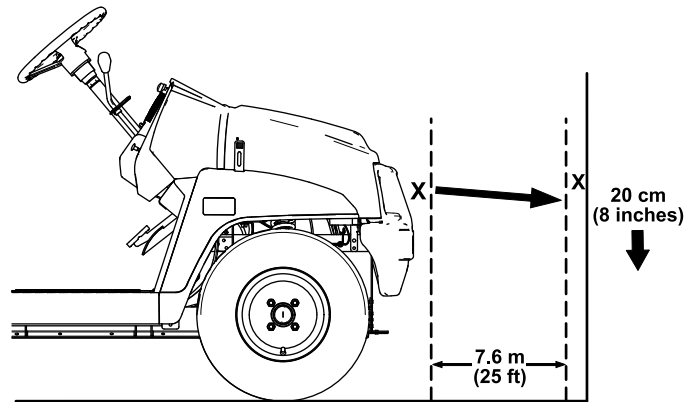

Bild 52
1. Stellen Sie die Maschine auf einer ebenen Fläche ab, dabei sollte der Abstand der Scheinwerfer ca. 7,6 m von einer Wand entfernt sein (Bild 52).
Der hellste Teil des Scheinwerfers sollte 20 cm unter der Markierung an der Wand liegen (Bild 52).